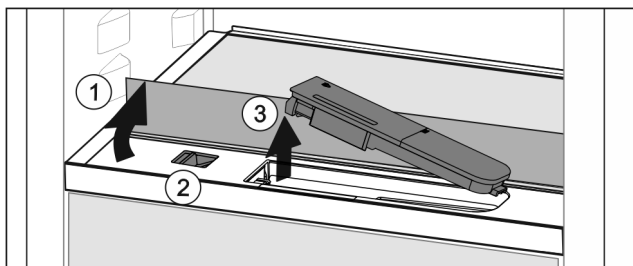

Fig. 145
- ▶ Podnieść płytę szklaną i złożyć ją z powrotem, aż do oporu Fig. 145 (1).
- ▶ Przesunąć suwak Fig. 145 (2) w lewo.
- ▶ Wymówienie zbiornika wody Fig. 145 (3).